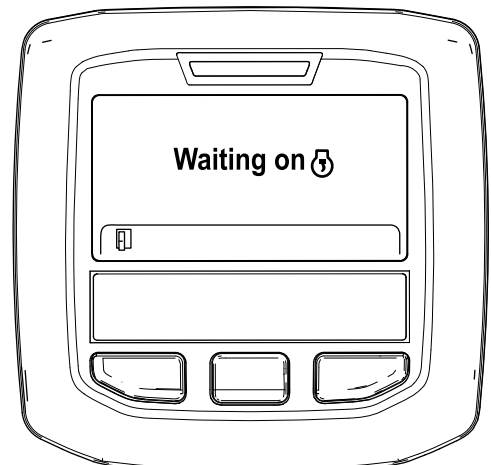

Figura 35
- B. Surge a mensagem "Waiting on" (À espera de) (Figura 35).